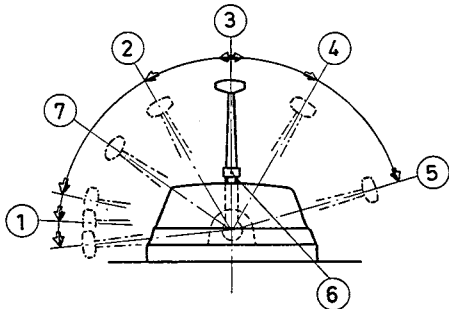

Fig. 8 Teleflex controls
- 2 Bedienungshebel in Neutrallage führen. Bedienungshebel mit der Auskuppelungssperre auskuppeln, so daß nur die Motordrehzahl beeinflusst wird. Den Hebel so stellen, daß  $\frac{1}{4}$  der Höchstdrehzahl erhalten wird, siehe Abb. 8.